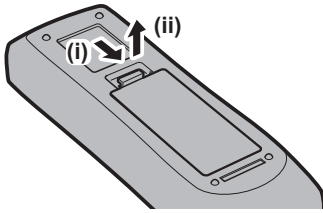

Abb. 1
- 1) Öffnen Sie den Deckel. (Abb. 1)